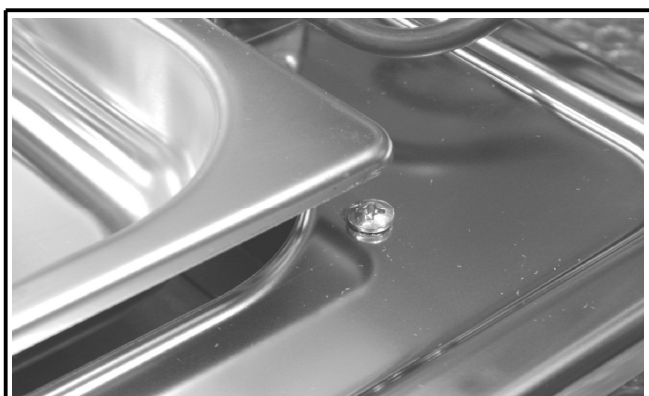

FIG. 9
Pour remplacer les composants situés à l'intérieur de la friteuse, il faut soulever la résistance dans la position stable verticale, enlever le bac de l'huile et dévisser les quatre vis qui se trouvent au-dessous (voir fig. 9). Ensuite, il est possible de détacher le plan de l'appareil du meuble et d'accéder à tous les composants internes.
N.B. En cas de remplacement du câble d'alimentation, l'installateur doit laisser le conducteur de terre plus long que les conducteurs de phase (fig. 9) et respecter les avertissements reportés dans le paragraphe "BRANCHEMENT ÉLECTRIQUE".